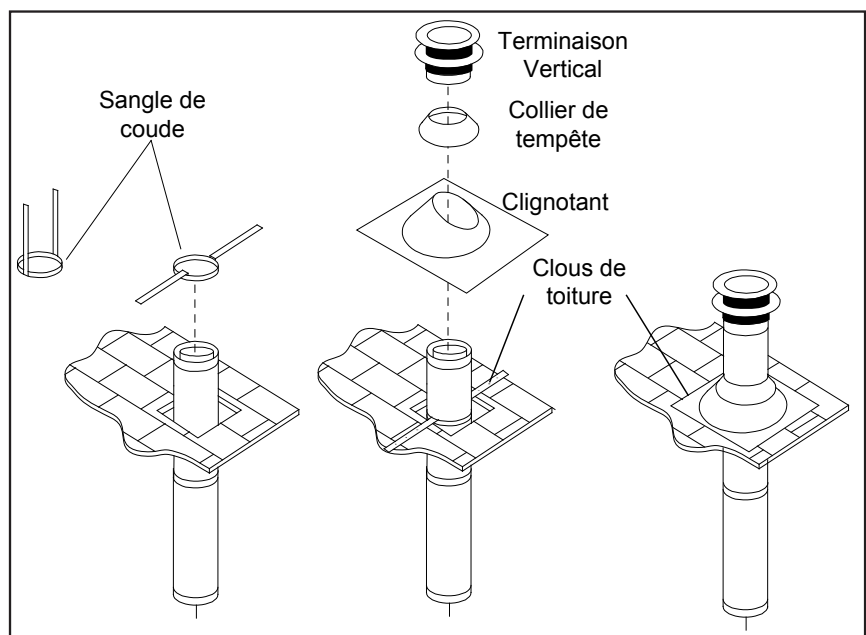

Figure 37. Terminaison d'Évent Vertical
Étape 3. Pour installer la boîte de support ronde / le coupe-feu mural dans un plafond plat, coupez un trou carré de 10 po (25.4 cm) dans le plafond, centrée sur le trou percé dans l'étape 2. Encadrez le trou comme dans la figure 37.
- Étape 6.** Une fois que les sections de conduit ont été joints et passent par le trou dans le toit, faites passer une sangle de coude par-dessus les sections exposées, pliez les sangles du support vers l'extérieur, et poussez la sangle au niveau du toit, comme démontré dans la figure 37. Serrez autour de la section de conduit. Utilisez un niveau à bulle pour s'assurer que le conduit est parfaitement vertical. Avec des clous de toiture, fixer les sangles de support au toit. Scellez les trous des clous avec du mastic non-durcissant. Taillez le surplus des sangles de support qui dépassent le solin. .
- Étape 9.** Passez le collet de solin par-dessus le conduit et poussez-le vers le toit comme dans la figure 37. Utilisez le mastic non-durcissant sur le joint entre le conduit et le solin.